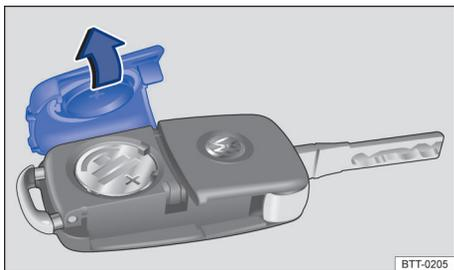

图 19 钥匙：打开电池盒盖板
- 将钥匙背面的盖板 ⇒ 图 19 沿箭头方向取下 ⇒ ①。
- 如图所示逆箭头方向安放盖板 ⇒ 图 19，然后将其按到汽车钥匙壳体上直至卡止。